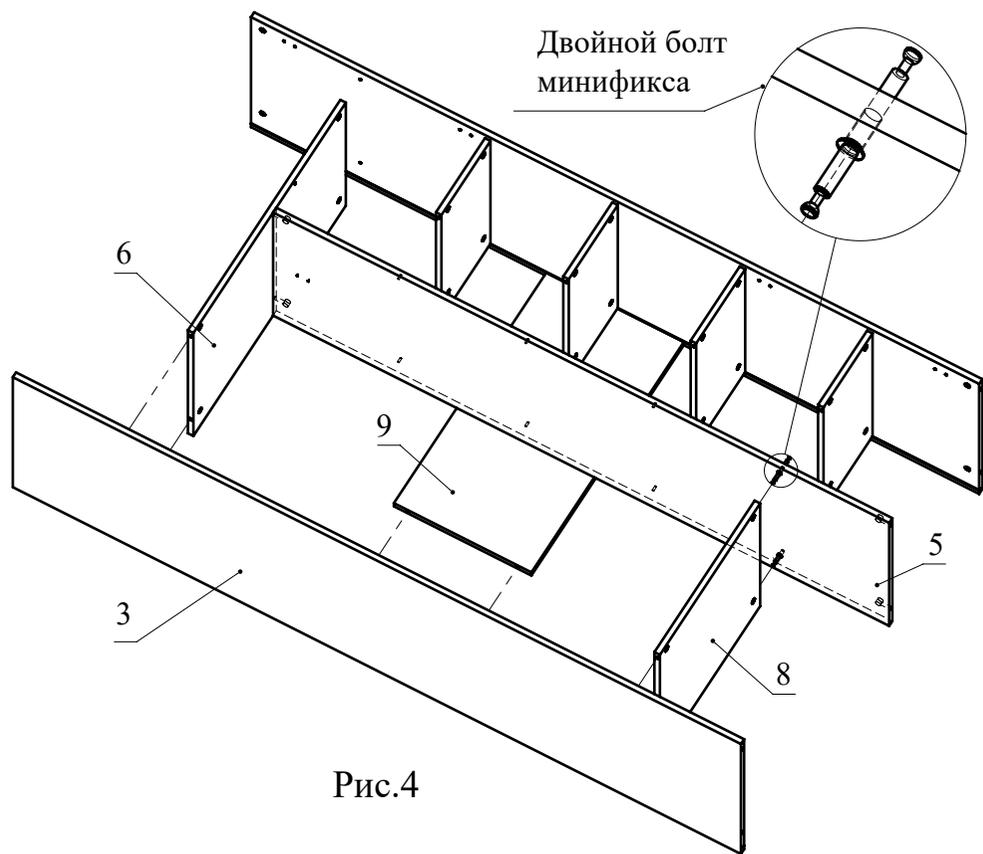

Рис.4
4. В плоскостные сквозные отверстия детали 5 установите двойные болты минификсов (Рис. 4). Соберите сборку согласно схемы, затягивая головки минификсов (Рис. 4).